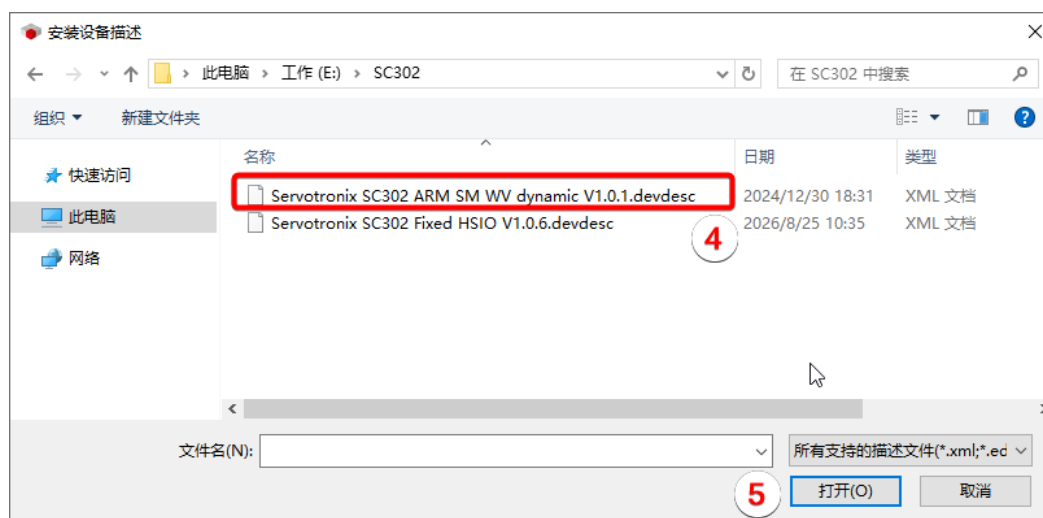

图 6-4 选择要安装的设备描述文件
如下图 6-4，在随后弹出的“安装设备描述”窗口，选中要安装的设备描述文件，然后点击下方“打开 (O)”按钮，即可安装成功。